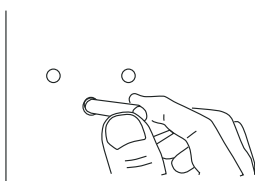

Рис. 6
3. Вставьте пластиковые анкеры (дюбели) в отверстия (рис. 6)